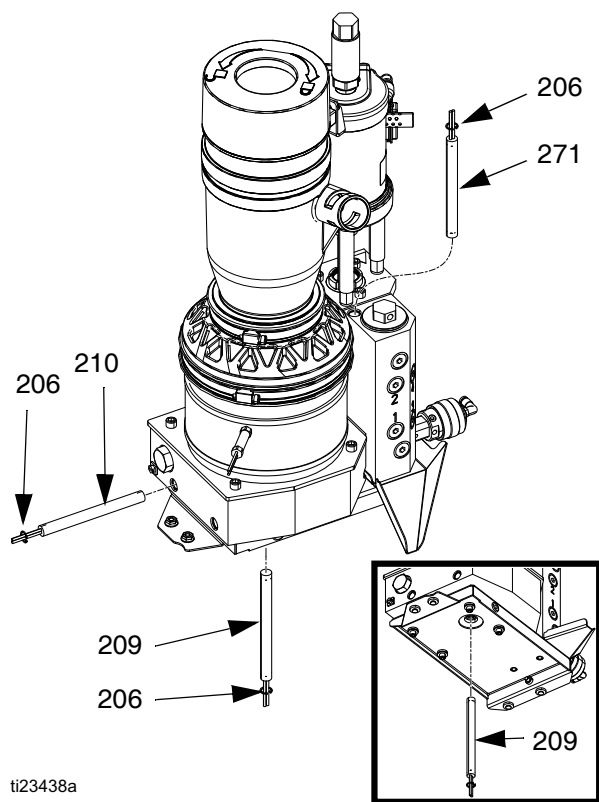

図 42
分解 (図 42 を参照):
再アセンブリ (図 42 を参照):
2. ヒーターロッドを取り付け、ヒーターロッド留め金具リング (206) を取り付けます。図 42 のように設置します。